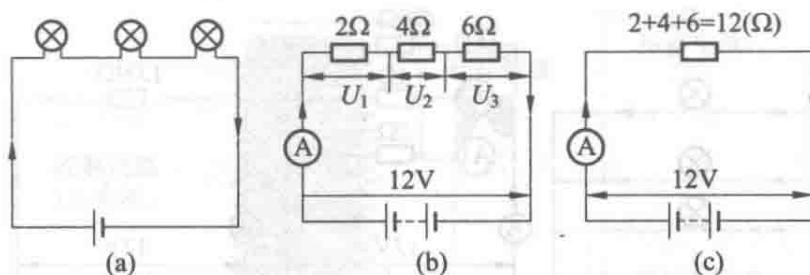

图 1-7 串联电路
(1) 串联。将所有负载连接成一个通路,如图1-7所示,每个元件的电阻可以不同,数值相同的电流流经每个元件,每个元件的电压不同。